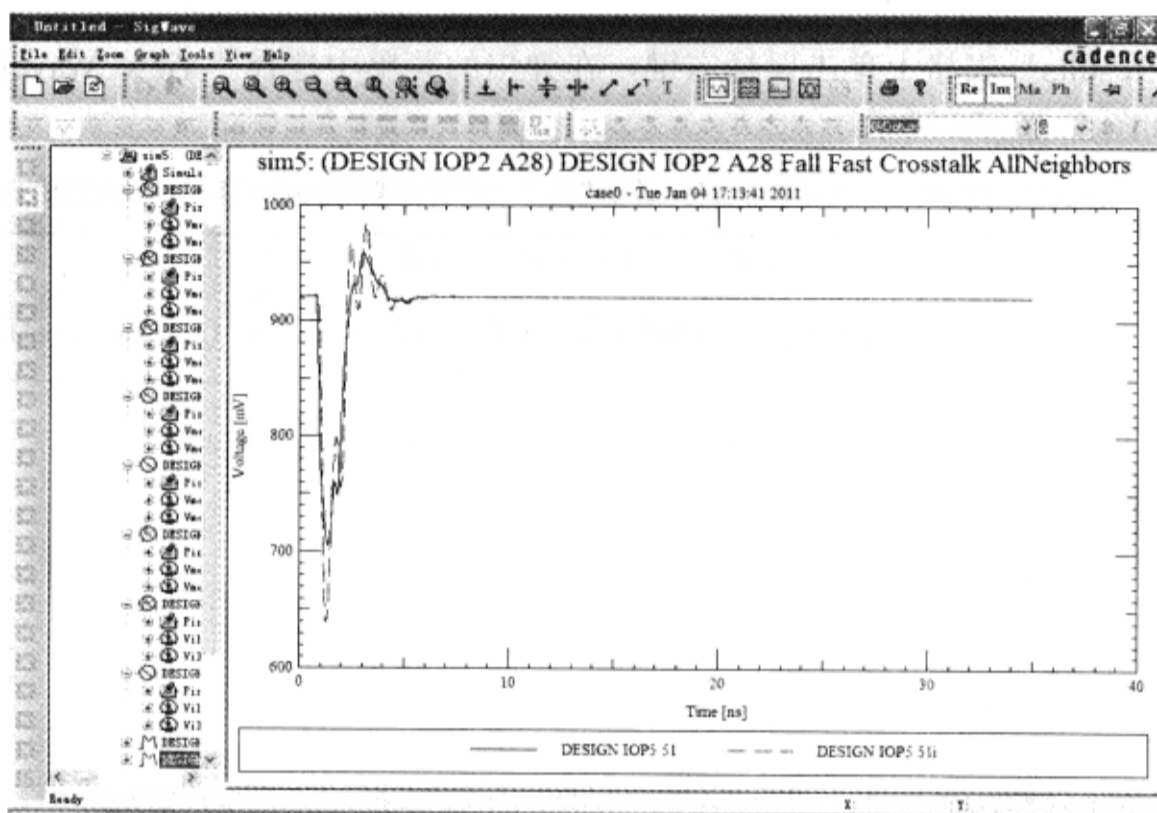

图 3-10-47 仿真结果
⑥ 在“Results”表格上单击鼠标右键，在弹出的菜单中选择“View Waveform”，观察仿真结果，如图 3-10-47 所示。